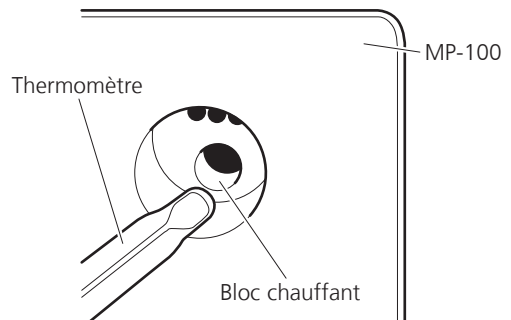

Fig 3
4. Insérer le bulbe du thermomètre à alcool non toxique dans le côté du bloc chauffant (voir Fig. 3), tout en faisant reposer l'autre extrémité dans l'encoche du côté droit.